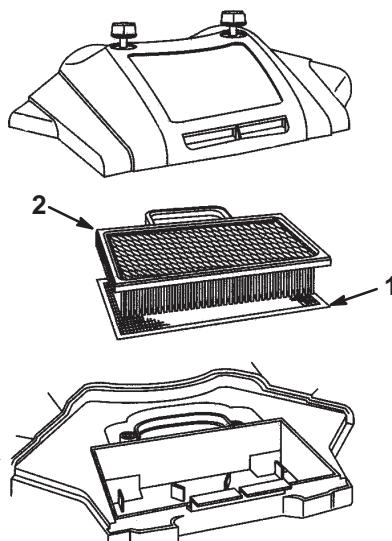

Bild 34
4. Nehmen Sie den Papiereinsatz und den Schaumeinsatz heraus (Bild 34).
1. Schaumeinsatz (Bild 34):
2. Papiereinsatz (Bild 34):
3. Bringen Sie die Luftfilterabdeckung und Verschluss-schrauben an (Bild 34). Ziehen Sie die Schrauben gut fest.